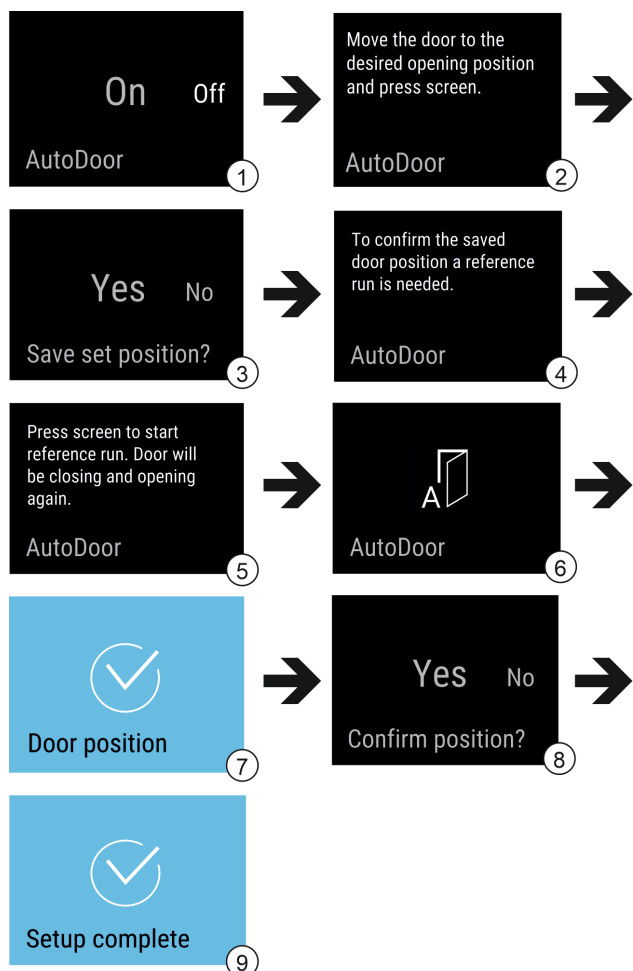

Fig. 13 Eksempel på indikeringer på engelsk
- Aktiver AutoDoor: Sveip til displayet viser On. Fig. 13 (1)
- Trykk på displayet i 3 sekunder. Fig. 13 (1)
- Konfigurere døråpningsvinkel: Åpne døren minst 70°. Fig. 13 (2)
- Bekreft døråpningsvinkelen: Trykk på meldingen på displayet. Fig. 13 (3)
- Start referansekjøring: Trykk på displayet. Fig. 13 (5)
- Displayet blinker. Fig. 13 (6)
- Referansekjøringen var vellykket: Displayet blir blått i 2 sekunder. Fig. 13 (7)
- Bekreft døråpningsvinkelen. Fig. 13 (8)
- Displayet blir blått. Fig. 13 (9)